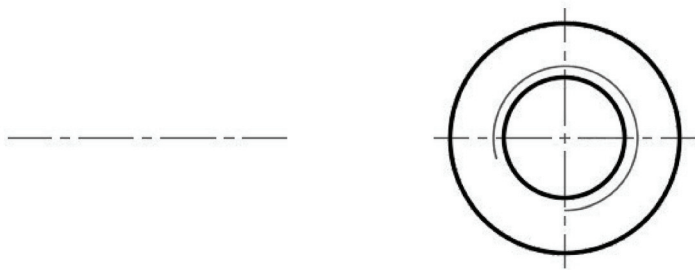

图 8-82 打断后改变层属性
8) 更改指定圆弧的所在图层。选中执行打断操作后剩下的那一部分圆弧,从“图层”面板的“图层”下拉列表框中选择“细实线”层。按〈Esc〉键,此时图形如图 8-82 所示。